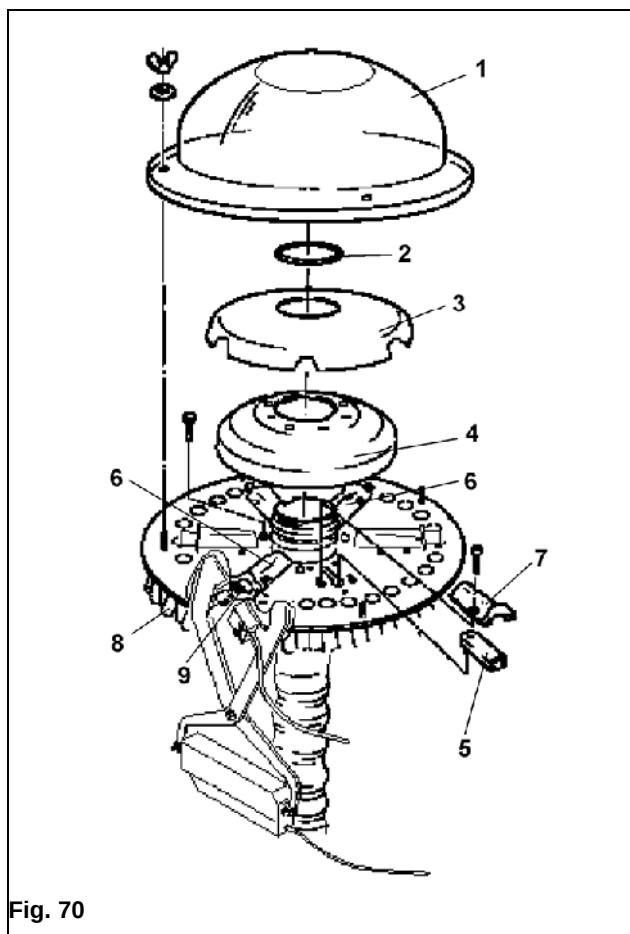

Fig. 70
Når såmaskinen leveres, er køresporsskiftet indstillet, så det passer til Deres traktor. Hvis det skulle blive nødvendigt at tilpasse køresporsskiftet til en anden traktor, skal såslangerne (Fig. 70/8) byttes om oppe ved fordelethovedet. Vær opmærksom på, at køresporsskærene tilsluttes de åbninger, som kan lukkes med spjæld (Fig. 70/9).
- Fordelehedets ydre dæksel (Fig. 70/1)
- O-ring (Fig. 70/2)
- fordelehedets indre dæksel (Fig. 70/3) og kunststofindsatsen (Fig. 70/4) afmonteres.
Det er muligt at montere op til 6 spjæld, hvoraf to spjæld (Fig. 70/6) bør monteres parvist over for hinanden på grundpladen. For at montere/afmontere et spjæld (Fig. 70/5) er det nødvendigt først at afmontere **skodtunnelen** (Fig. 70/7).
Ikke-benyttede spjæld (Fig. 70/5) anbringes i omvendt position i foringerne („parkerings“-stilling).